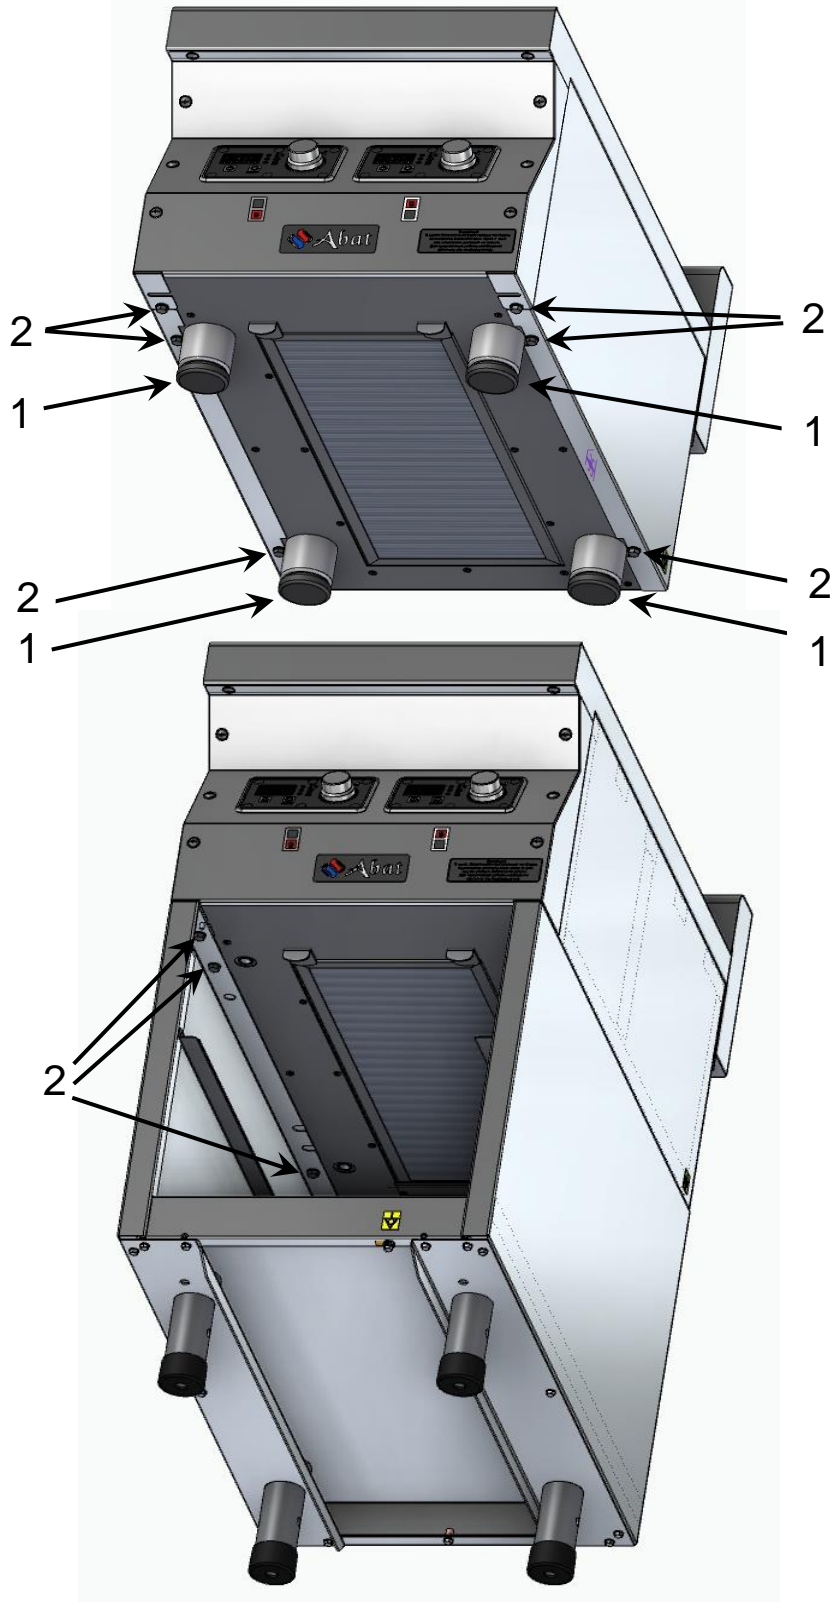

Рис. 7. Установка плит КИП-27Н-3,5 и КИП-27Н-5,0 на подставку (модуль нижний) МН-02
- установить плиту на подставку (модуль нижний) **МН-02** и, совместив отверстия в нижней панели плиты с отверстиями в подставке, завернуть ранее демонтированные болты (поз.2) (**рис. 7**).